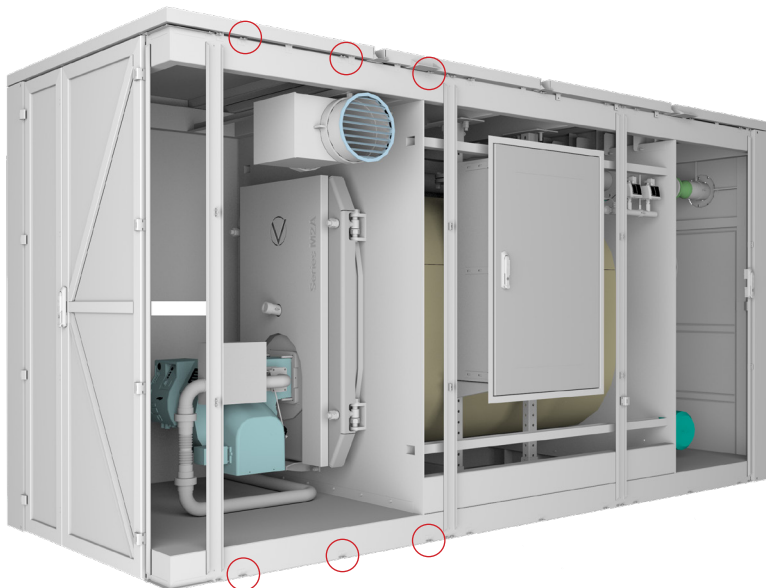

Рисунок 7. Болты, держащие боковую панель контейнера котлоагрегата.
2. Открутить с помощью шестигранника болты, держащие боковую панель контейнера котлоагрегата (Рисунок 7). Снять боковую панель.